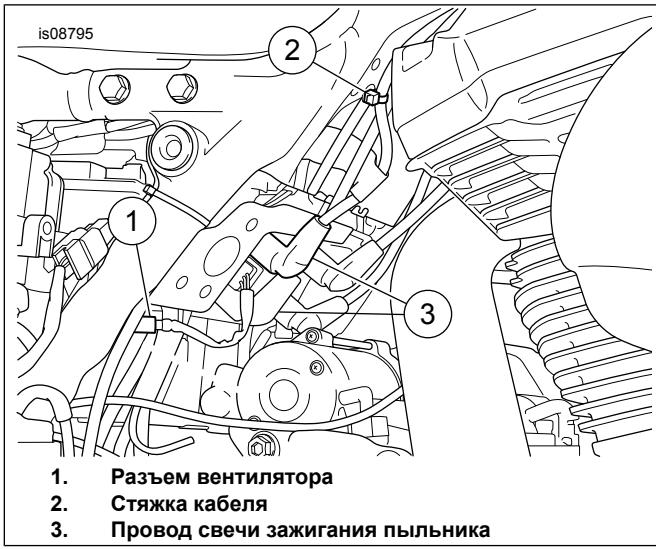

Рисунок 1. Разъем вентилятора
7. См. Рисунок 1 . Найдите разъем вентилятора (1) и отсоедините его.
См. Рисунок 1 . Установите на место провод правой свечи зажигания пыльников.